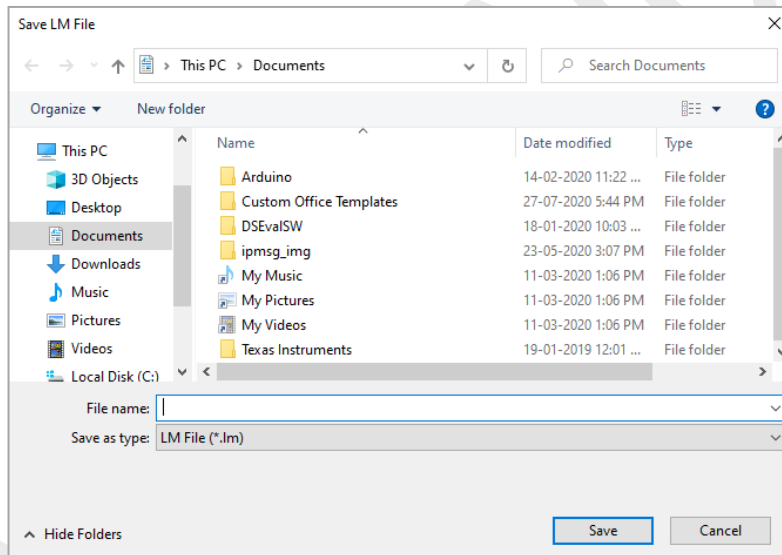

Figure 8 Sélection de l'emplacement du fichier pour enregistrer le résumé des données
- Ouvrez l'application logicielle LMViewIN-074 pour effectuer l'analyse des relevés du processus. La fenêtre pop-up apparaît comme indiqué dans la figure 8. Sélectionnez le chemin d'accès au fichier et le nom du fichier de lot appropriés pour enregistrer le fichier de données et appuyez sur le bouton .